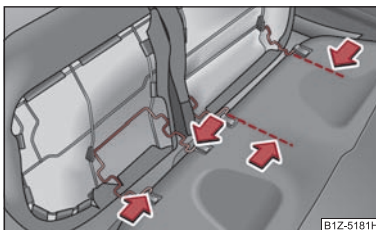

Fig. 62 Demontarea suprafețelor de șezut
- Apăsai mânerul de sărmă în sensul săgeții ⇒ fig. 62 și scoatei scaunul din suport.